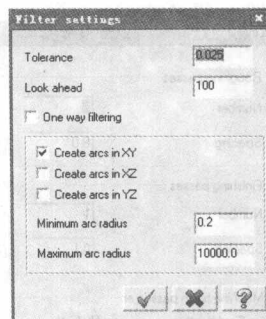

图 1-14 过滤参数
(8) 点选 **Filter**, 确定过滤的参数, 如图 1-14 所示。